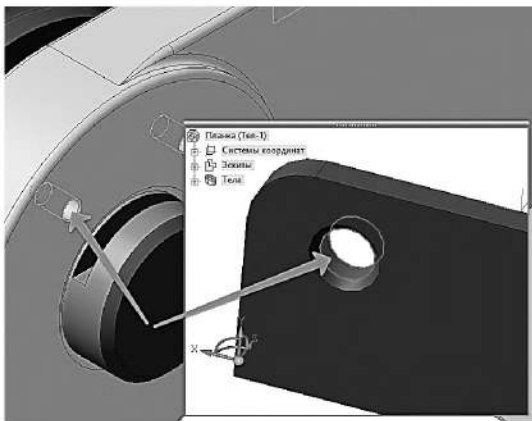

Рисунок 3.38. Выбор элементов деталей «Вилка» и «Планка» для сопряжения «соосность»
2.5.3 Наложите сопряжение **Соосность**  между левой парой цилиндрических поверхностей на *Вилке* и на *Планке* (рисунок 3.38).